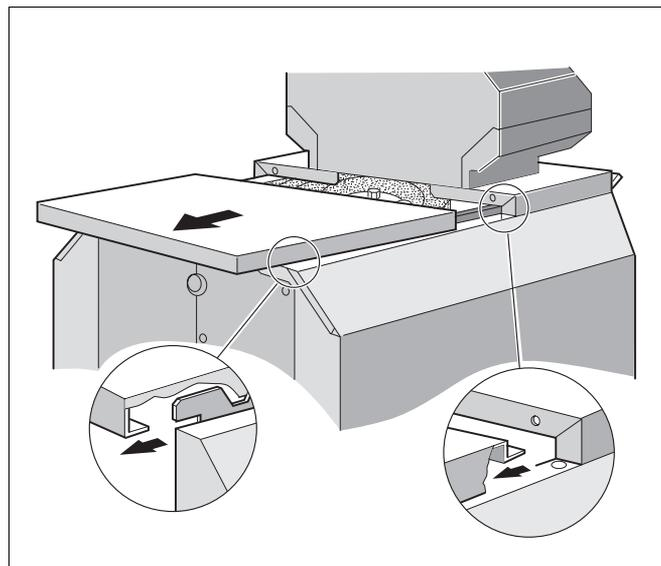

Abb. 49 Hintere Kesselhaube abnehmen
- Hintere Kesselhaube in Pfeilrichtung vom Heizkessel abnehmen (Abb. 49).